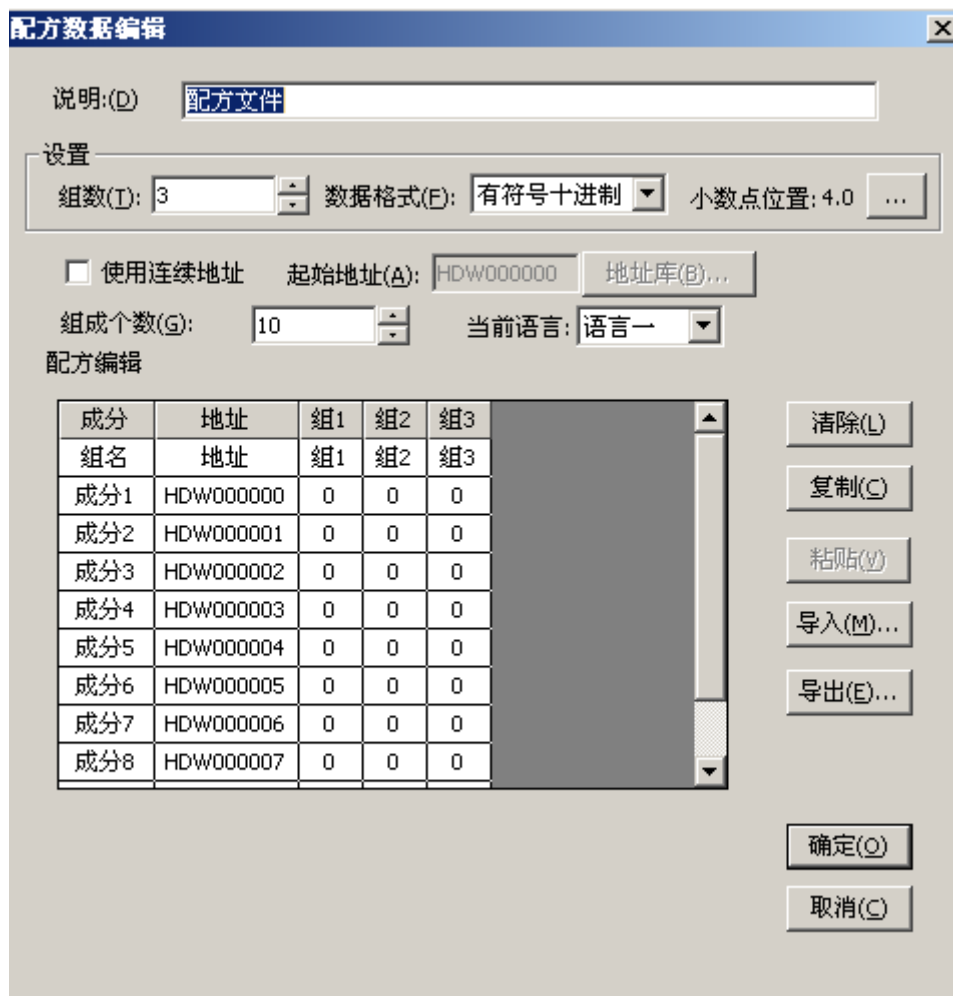

图 14-2 配方数据编辑
2. 双击**配方**图标，则弹出如图 14-2 窗口。
在上例中车顶部、车底部，车外部 3 组配方，所以选择组数为 3，而每一组配方都有 4 个成员：红、绿、蓝、喷涂时间，所以选连续地址个数为 4，组名依次为如下图：组 1--车顶部、组 2--车底部，组 3--车外部，假设起始地址为 HDW000000，则红->对应地址 HDW000000、绿->对应地址 HDW000001、蓝->对应地址 HDW000002、喷涂时间->对应地址 HDW000003，修改后的结果如图 14-2 所示。